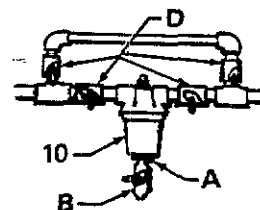

Fig 2
Instalar el filtro y los tubos de derivación conforme se indica en la Fig. 2 Un adaptador (A) y un grifo de vaciado (B) deben ser instalados en el bol (10) para reducir la presión del producto y vaciar el filtro antes de retirar el bol. Instalar 4 grifos de seguridad (D) apropiados: uno a la entrada del filtro, otro a la salida del mismo, uno a la entrada de la tubería y otro a la salida, para poder cambiar la dirección del producto y aislar el filtro durante la limpieza y el mantenimiento.